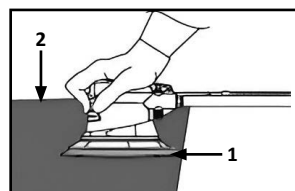

Fig. 4
- Așezați tamponul de șlefuire (1) al șlefuitorului cu aer comprimat peste piesa de prelucrat (2) care trebuie netezită. (Fig. 4)